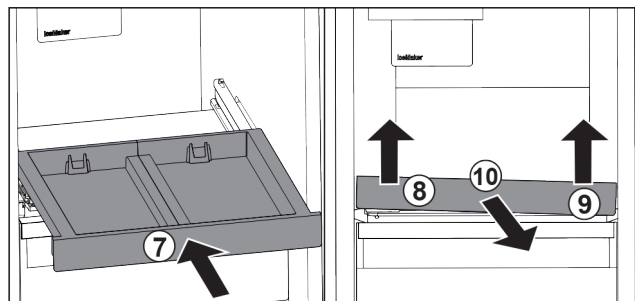

Fig. 120
- Zasuňte vysouvací přihrádku. Fig. 120 (7)